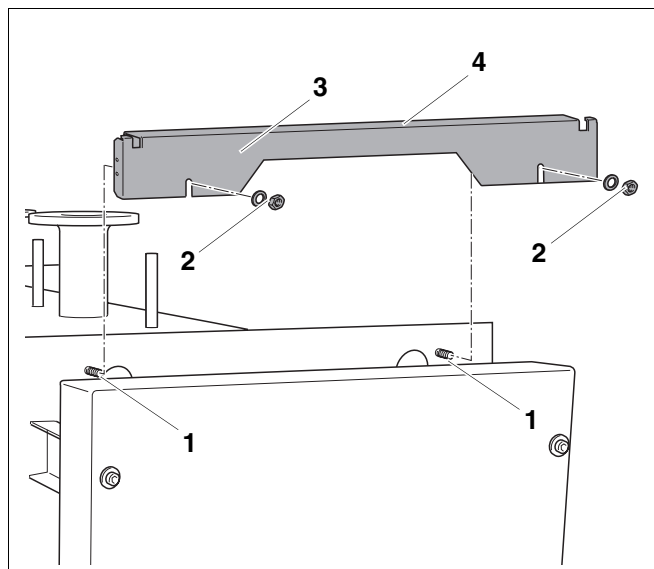
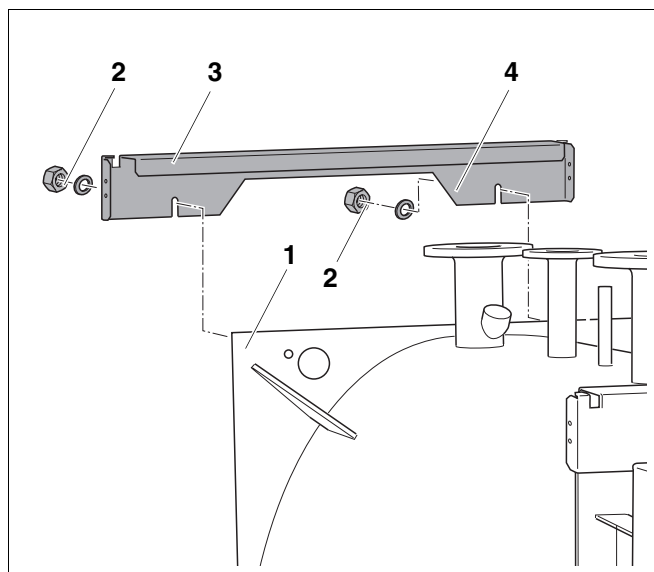

Рис. 12 Установка передней траверсы
Рис. 13 Установка задней траверсы
Следите за тем, чтобы отбортовки задней (рис. 13, поз. 3) и передней траверсы (рис. 12, поз. 4) были повернуты к корпусу котла.
- Ослабить предварительно смонтированные гайки (рис. 12, поз. 2).
- Задвинуть переднюю траверсу (рис. 12, поз. 3) между 2 шайбами (рис. 12, поз. 2).
- Затянуть гайки (рис. 12, поз. 2).
- Ослабить предварительно смонтированные гайки (рис. 13, поз. 2).
- Задвинуть заднюю траверсу (рис. 13, поз. 4) между 2 шайбами (рис. 13, поз. 2).
- Затянуть гайки (рис. 13, поз. 2).